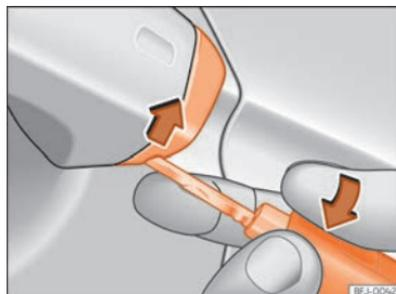

Fig. 55 Manecilla de la puerta del conductor: desprender la tapa haciendo palanca.
- Introduzca el espadín en la abertura inferior de la tapa de la manecilla de la puerta del conductor y eleve la tapa de abajo hacia arriba »»» fig. 55.